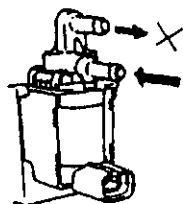

图 2-107 向管内吹
- ③ 从进气歧管及其管道上取下软管。
- ④ 在插接件断开时,如图 2-107 所示,向下管中吹气,空气不应